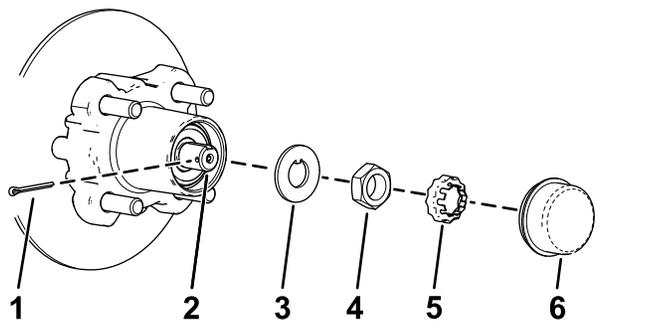
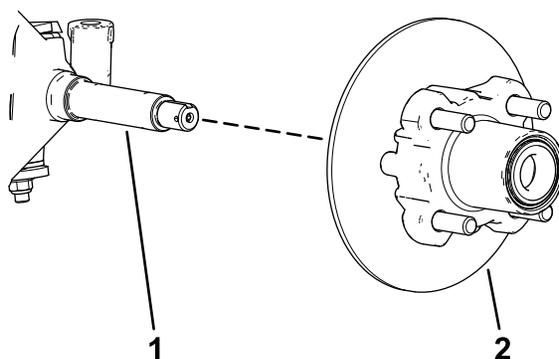

図 33
図 34
4. ハブからダストキャップを取る 図 33。
5. スピンドルとスピンドルナットから、コッターピンとナットリテーナを外す 図 33。
6. スピンドルからスピンドルナットを外し、スピンドルからハブローラアセンブリを取り出す 図 33 と 図 34。